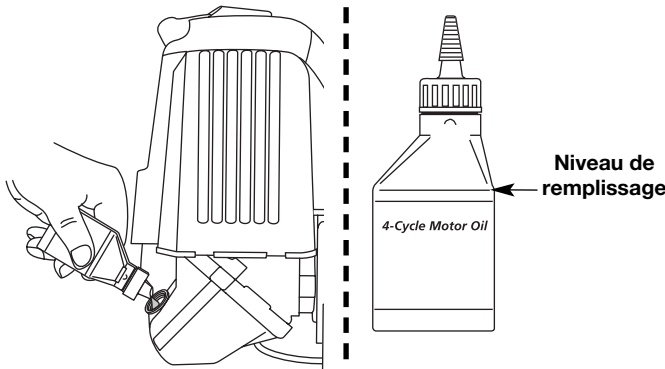

Fig. 22
- REMARQUE :** Mesurez la quantité nécessaire à l'aide de la bouteille et de la buse utilisées lors de la mise en service. 90 ml (3,04 oz) correspond environ au haut de l'étiquette de la bouteille (Fig. 22). Vérifiez le niveau d'huile avec la jauge. S'il est trop bas, ajoutez un peu d'huile par l'orifice et revérifiez. Ne remplissez pas trop (Fig. 22).